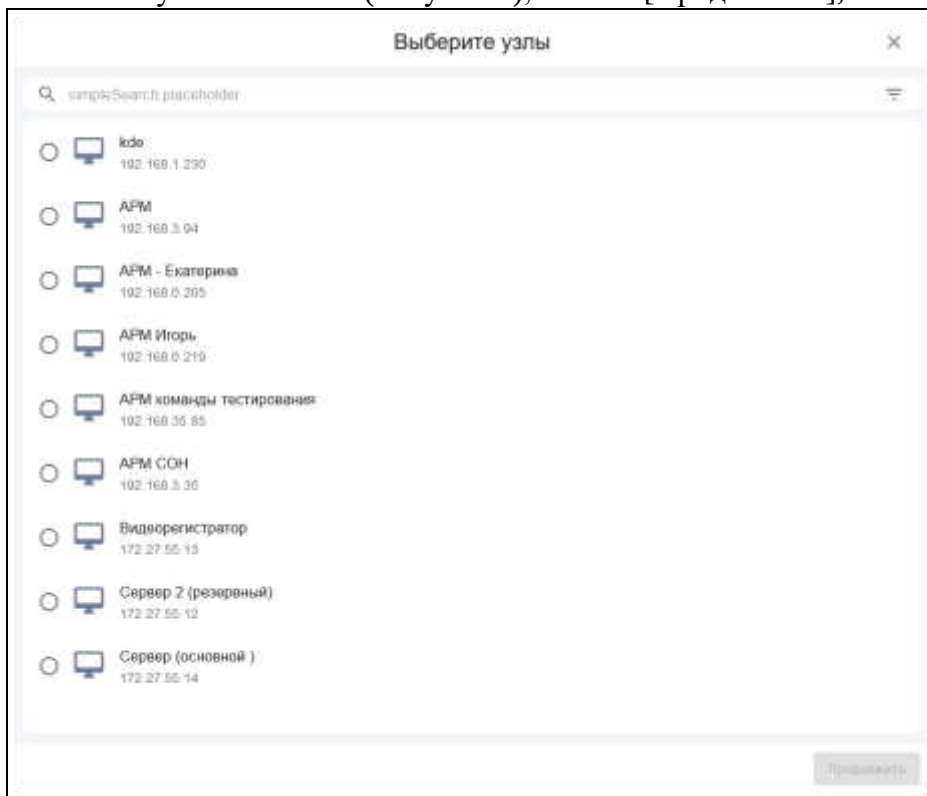
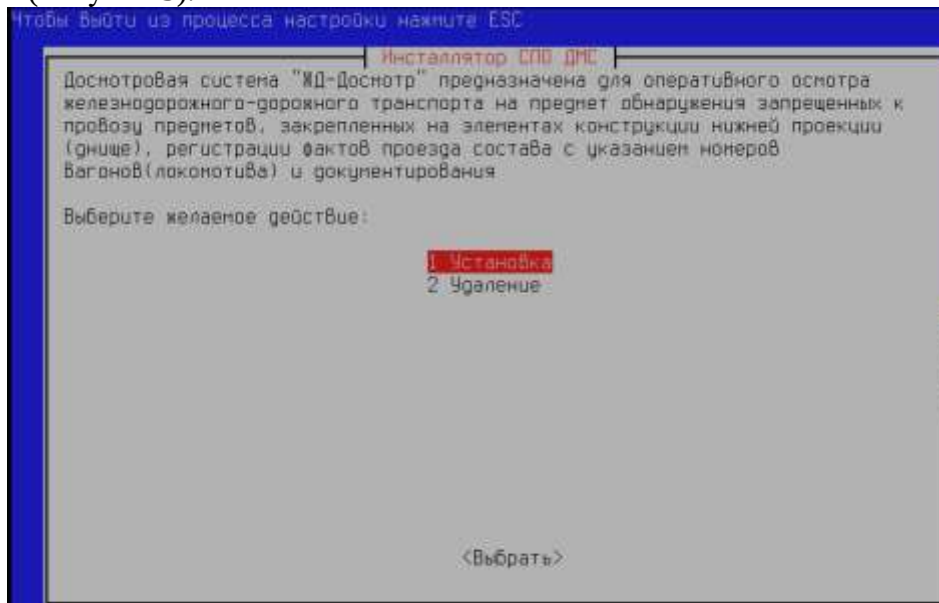

Рисунок 4 — Выбор узла установки
Рисунок 5 — Окно начала установки СПО «ЖД-Досмотр»
– для запуска установки необходимо нажать на кнопку [Установить] на лицевой стороне карточки пакета или открыв карточку, выбрать Узел для установки из предложенного списка узлов системы (Рисунок 4), нажать [Продолжить];
1) Первым запускается окно установки/удаления. Необходимо выбрать действие «Установка» (Рисунок 5).
3) Если выбранный тип установки СПО требует уточнения варианта, то появится одно из последующих трех диалогов (для АРМ-О – Рисунок 4; для вычислителя - Рисунок 5; для основного сервера -